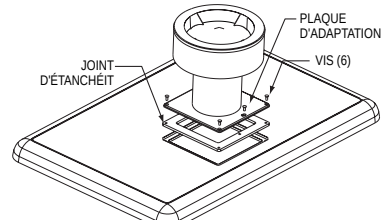

Figure 15.
2. Installez l'ensemble de ventilation pour l'extérieur (P/N 460424) tel qu'indiqué à la **figure 15**. Assurez-vous que les trous dans le joint d'étanchéité, la plaque d'adaptation et le couvercle du chauffe-eau sont bien alignés avant de visser les six (6) vis incluses dans l'ensemble de ventilation pour l'extérieur.